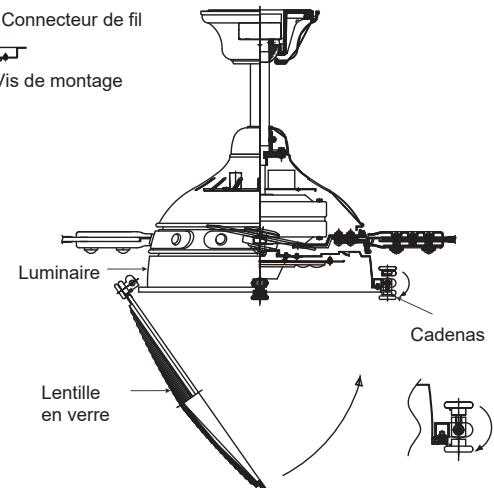

Fig. 20
**REMARQUE:** Assurez-vous de bien serrer les cadenas et empêchez le porte-objectif de tomber. (**Fig. 20**)